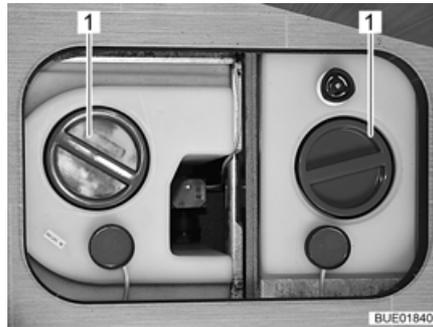

Fig. 210 Depósito de agua con tirador giratorio
- Retirar la tapa de cierre (Fig. 210,1) del depósito de agua.